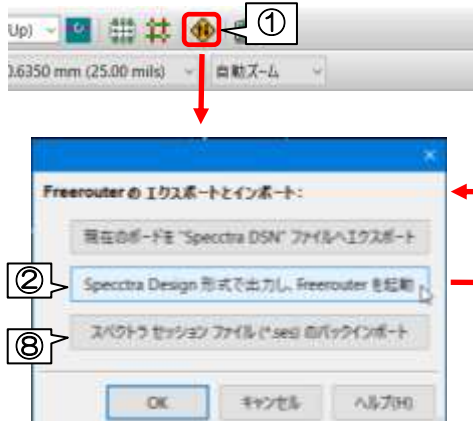
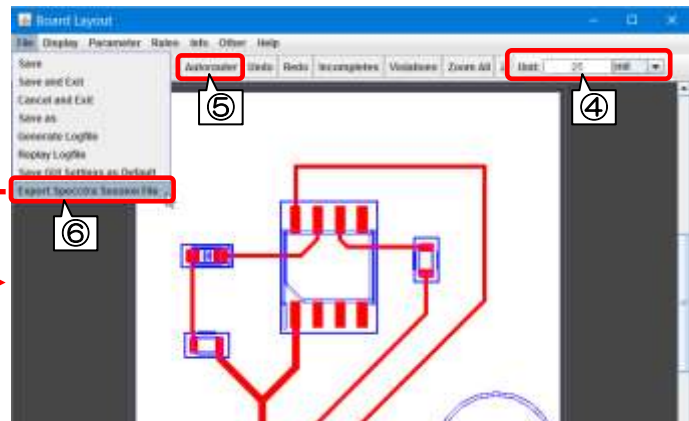

図 10-21
図 10-22
- ① 上ツールバー  「外部ルータとのデータ交換」をクリックします。
- ② [Specctra Design 形式で出力し Freerouter を起動] をクリックします。 図 10-21
- ③ ファイル選択ウィンドウが開くので[保存]をクリックします。
- ④ ツールバーの Unit 欄を 25 mil に設定します。 図 10-22
- ⑤ ツールバー[Autoruter]をクリックします。 図 10-22
- ⑥ 自動配線終了後、メニューバー「File」→「Export Specctra…」と進みます。 図 10-22
- ⑦ 確認ダイアログが開くので[はい]をクリックします。
- ⑧ [スペクトラムセッションファイル(*.ses)のバックインポート]をクリックします。 図 10-21
⑨ ファイル選択ウィンドウが開くので[開く]をクリックします。